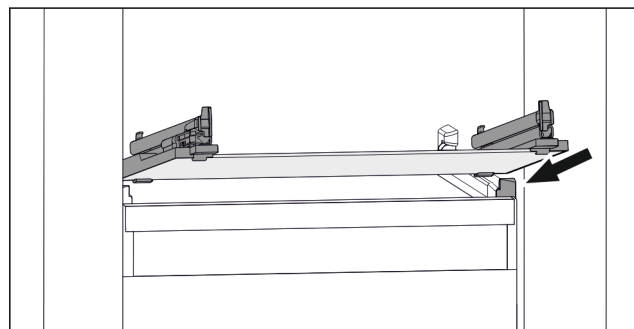

Fig. 69 Reprezentare exemplificativă a plăcii de sticlă
- ▶ Așezați placa de sticlă oblic în spatele opritoarelor. (vezi Fig. 69)